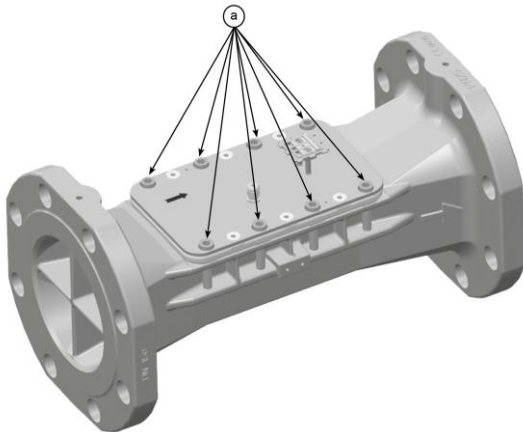

Abb. 15: Schrauben „a“
- Lösen Sie die Schrauben „a“ (siehe Abb. 15).
- Schrauben Sie die 8 Schrauben „a“ (siehe Abb. 15) mit 35 Nm ein.